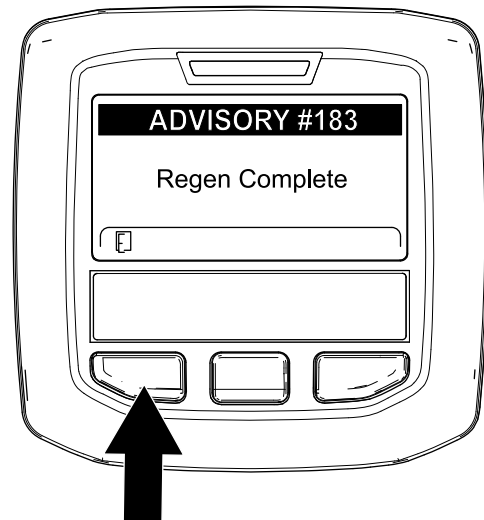

Bild 63
9. Wenn der Motorcomputer eine geparkte Regenerierung oder eine Wiederherstellung-Regenerierung abschließt, wird im InfoCenter ADVISORY #183 (Bild 63) angezeigt. Drücken Sie die linke Taste, um den Homebildschirm anzuzeigen.